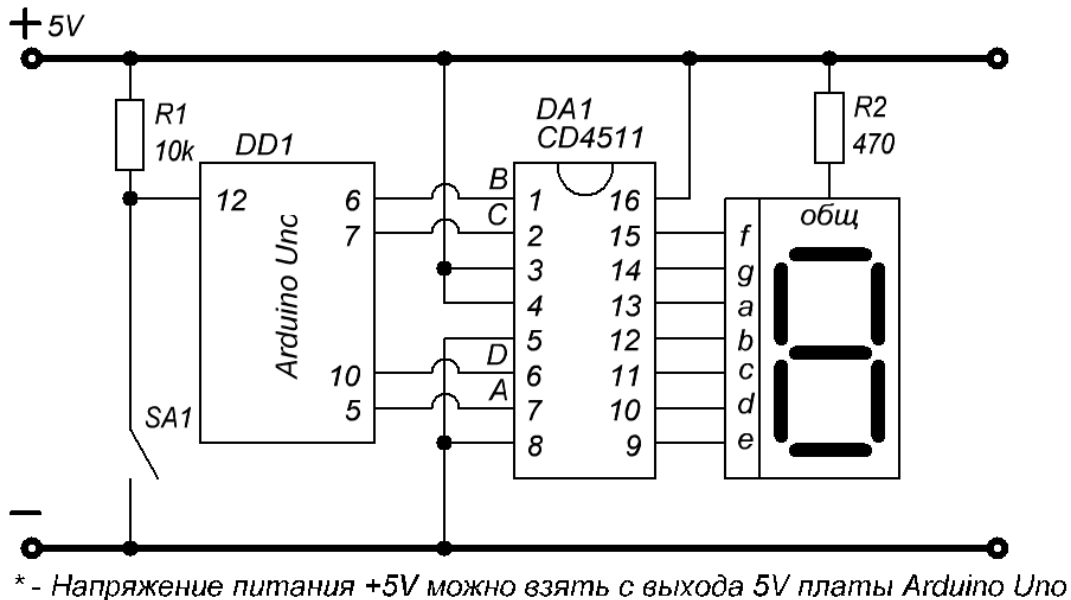

Рис. 26. Схема для сборки
1. В облачной среде *Tinkercad* собрать и запрограммировать инкрементальный микроконтроллерный счётчик (рис. 26). В качестве кнопки счёта используется контакт SA1. В собираемой схеме использовать светодиодный индикатор с общим анодом.